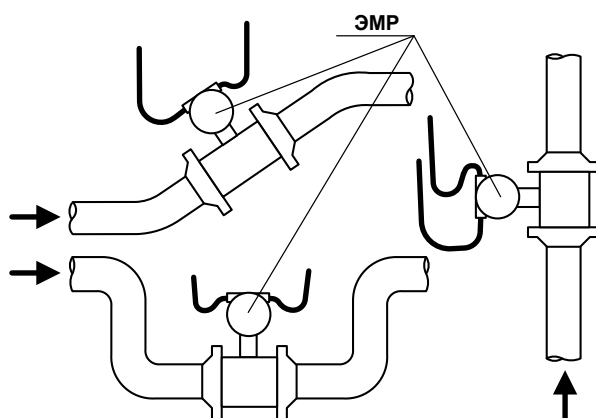

Рис.1. Рекомендуемые места установки расходомера.
- наиболее подходящее место для монтажа – нижний, либо восходящий участок трубопровода (рис.1);
Для предотвращения попадания влаги внутрь блока электроники через гермовводы рекомендуется подключать кабели с образованием ниспадающей U-образной петли в вертикальной плоскости (рис.1).